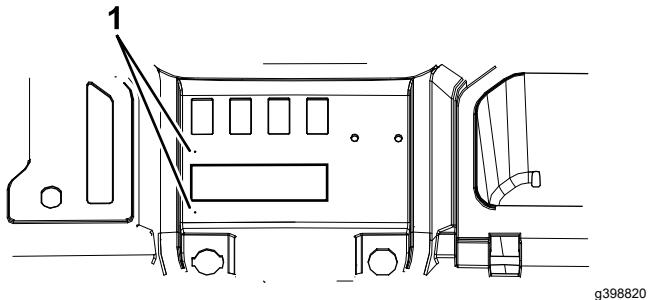

図 4
2. 穴あけ用のくぼみ2個図4のところに、ドリルでそれぞれパイロット穴3/16"を開ける。